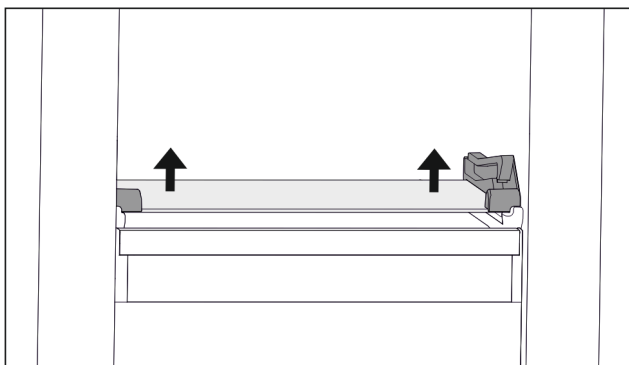

Fig. 92 Glasplatte des abklippbaren Schubfachs
- ▶ Glasplatte von unten beidseitig nach oben drücken. (zie Fig. 92)